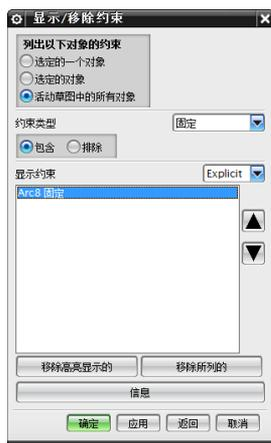
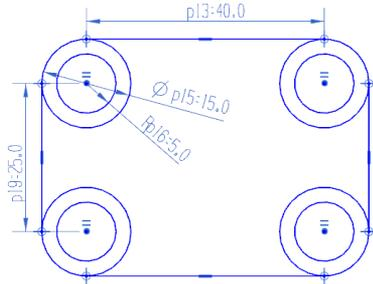

图 3-52 “显示/移除约束”对话框
图 3-53 添加直径和半径尺寸约束
(3) 删除固定约束。曲线左上角的大圆和小圆被添加了固定约束，所以在为这两个圆添加尺寸约束时有时会无效，因此需要将固定约束删除。单击“草图约束”工具条中的“显示/移除约束”按钮，在打开的“显示/移除约束”对话框的“列出以下对象的约束”选项组中选中“活动草图中的所有对象”单选按钮，在“约束类型”下拉列表框中选择“固定”选项，选中“包含”单选按钮，则两个圆的固定约束显示在列表框中，如图 3-52 所示。单击“移除所列的”按钮，删除两个固定约束，单击“确定”按钮关闭对话框。
(4) 添加直径尺寸约束。单击“草图约束”工具条中的“直径”按钮，选择左上角的大圆，拖动鼠标将尺寸移到合适的位置，单击放置尺寸，设置该大圆的直径为 15mm，按 Enter 键，则所有大圆的直径都设置为 15mm。
(5) 添加半径尺寸约束。单击“草图约束”工具条中的“半径”按钮，选择左上角的小圆，拖动鼠标将尺寸移到合适的位置，单击放置尺寸，设置该小圆的半径为 5mm，按 Enter 键，则所有小圆的半径都设置为 5mm。得到的草图如图 3-53 所示。